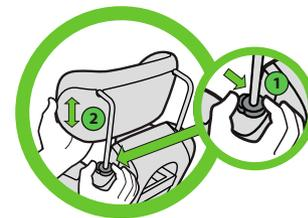

Figure 123
Appuyez sur le bouton du dispositif de réglage de l'appui-tête se trouvant sur le côté droit du siège (lorsqu'on fait face à l'avant du siège) (1) et soulevez ou abaissez l'appui-tête dans la position désirée (2), tel qu'illustré dans la **Figure 123**.